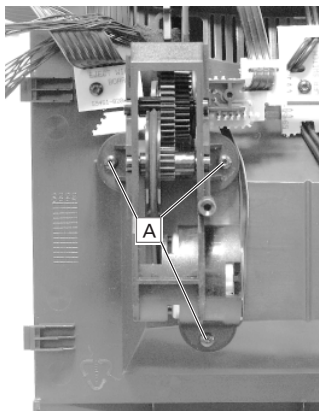

Fig. 18
- 3 Schrauben ⊡ in der Bedieneinheit (Fig. 18) herausschrauben.
- Undo 3 screws ⊡ in the operating part (Fig. 18).